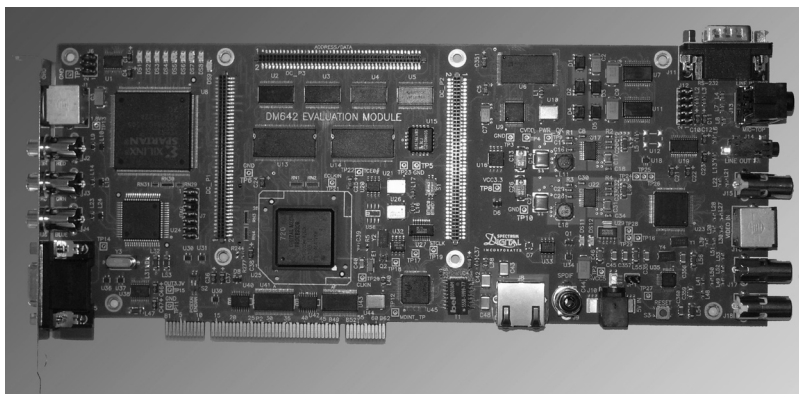

Рис. 1. Общий вид лабораторного стенда DM642EVM
- лабораторного стенда TMS320DM642 Evaluation Module [2] (DM642EVM, фирма «Spectrum Digital Inc.», г. Стаффорд, США, рис. 1, таблица);